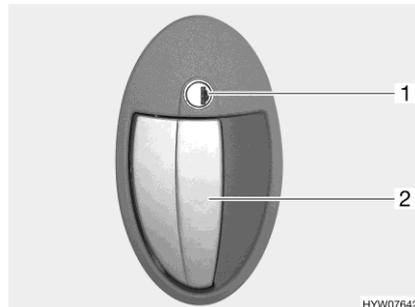

Fig. 36 Cerradura de la puerta (puerta del habitáculo en el exterior)
- Introducir la llave en el cilindro de cierre (Fig. 36,1) y girar en sentido de las agujas del reloj hasta que esté desbloqueada la cerradura de la puerta.
- Tirar del tirador de la puerta (Fig. 36,2). La puerta está abierta.
- Introducir la llave en el cilindro de cierre (Fig. 36,1) y girarla en sentido contrario a las agujas del reloj hasta que esté bloqueada la cerradura de la puerta.